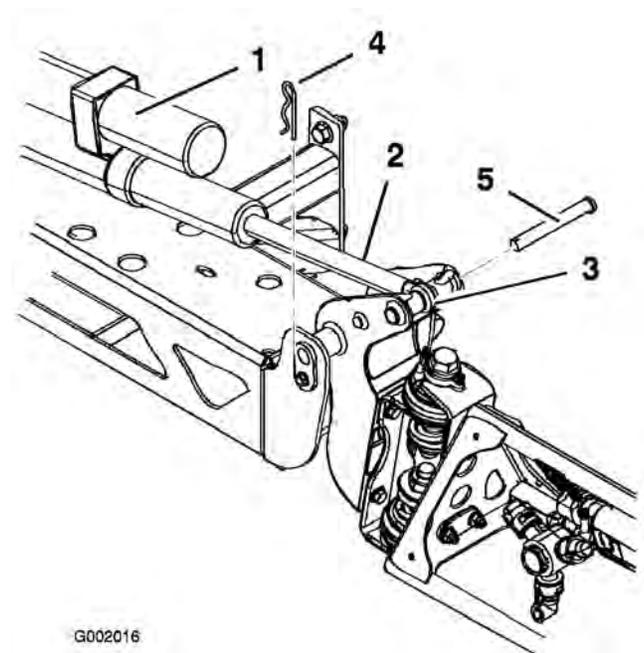

図 44
2. ピボット・ピンからコッター・ピンを抜き取る(図 44)。
3. ブームを持ち上げて、ピンを外す(図 44)。ブームをゆっくりと床まで降下させる。
6. ブームを持ち上げて、ピボットをアクチュエータ・ロッドに整列させる。ブームを支えながら、ブームのピボットとアクチュエータ・ロッドにピンを通す(図 44)。